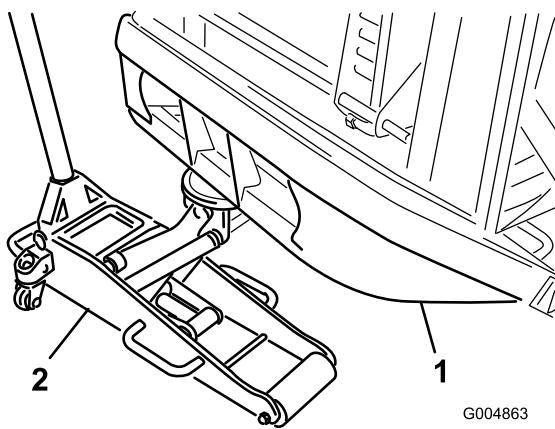

Figure 15
2. Placez une chandelle sous chaque moteur de roue et un cric rouleur sous le pare-chocs arrière (Figure 15), ou suspendez le groupe de déplacement à un palan.